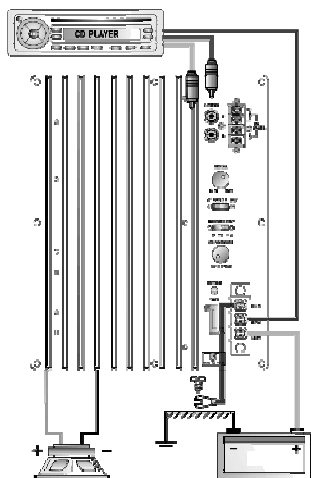

Fig.1
- 1 **Section entrée RCA (input)** : Reliez à ces bornes les sorties **RCA** de l'autoradio. Chaque connecteur **RCA** correspond à un canal de sortie (rouge pour les entrée de canal droit et blancs pour les entées de canal gauche). Voir Fig.1 P.6